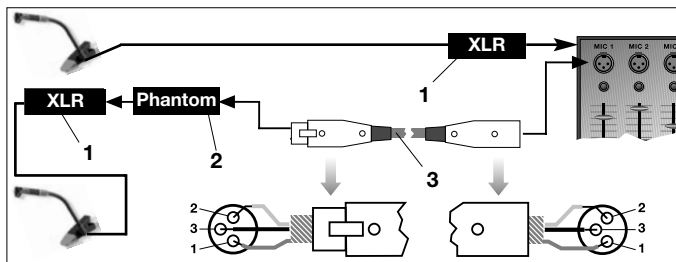

Fig. 1: Conexión a entrada balanceada
- Ver Fig. 1.
3. **Si su pupitre de mezclas no tiene alimentación fantasma**, enchufe el adaptador de alimentación fantasma (1) al alimentador de tensión fantasma de AKG opcional (2) (N 62 E, N 66 E, B 18, B 15) y conecte luego el alimentador de tensión fantasma a una entrada balanceada utilizando un cable XLR (3) (por ej.: AKG MK 9/10 - no incluido en el suministro).